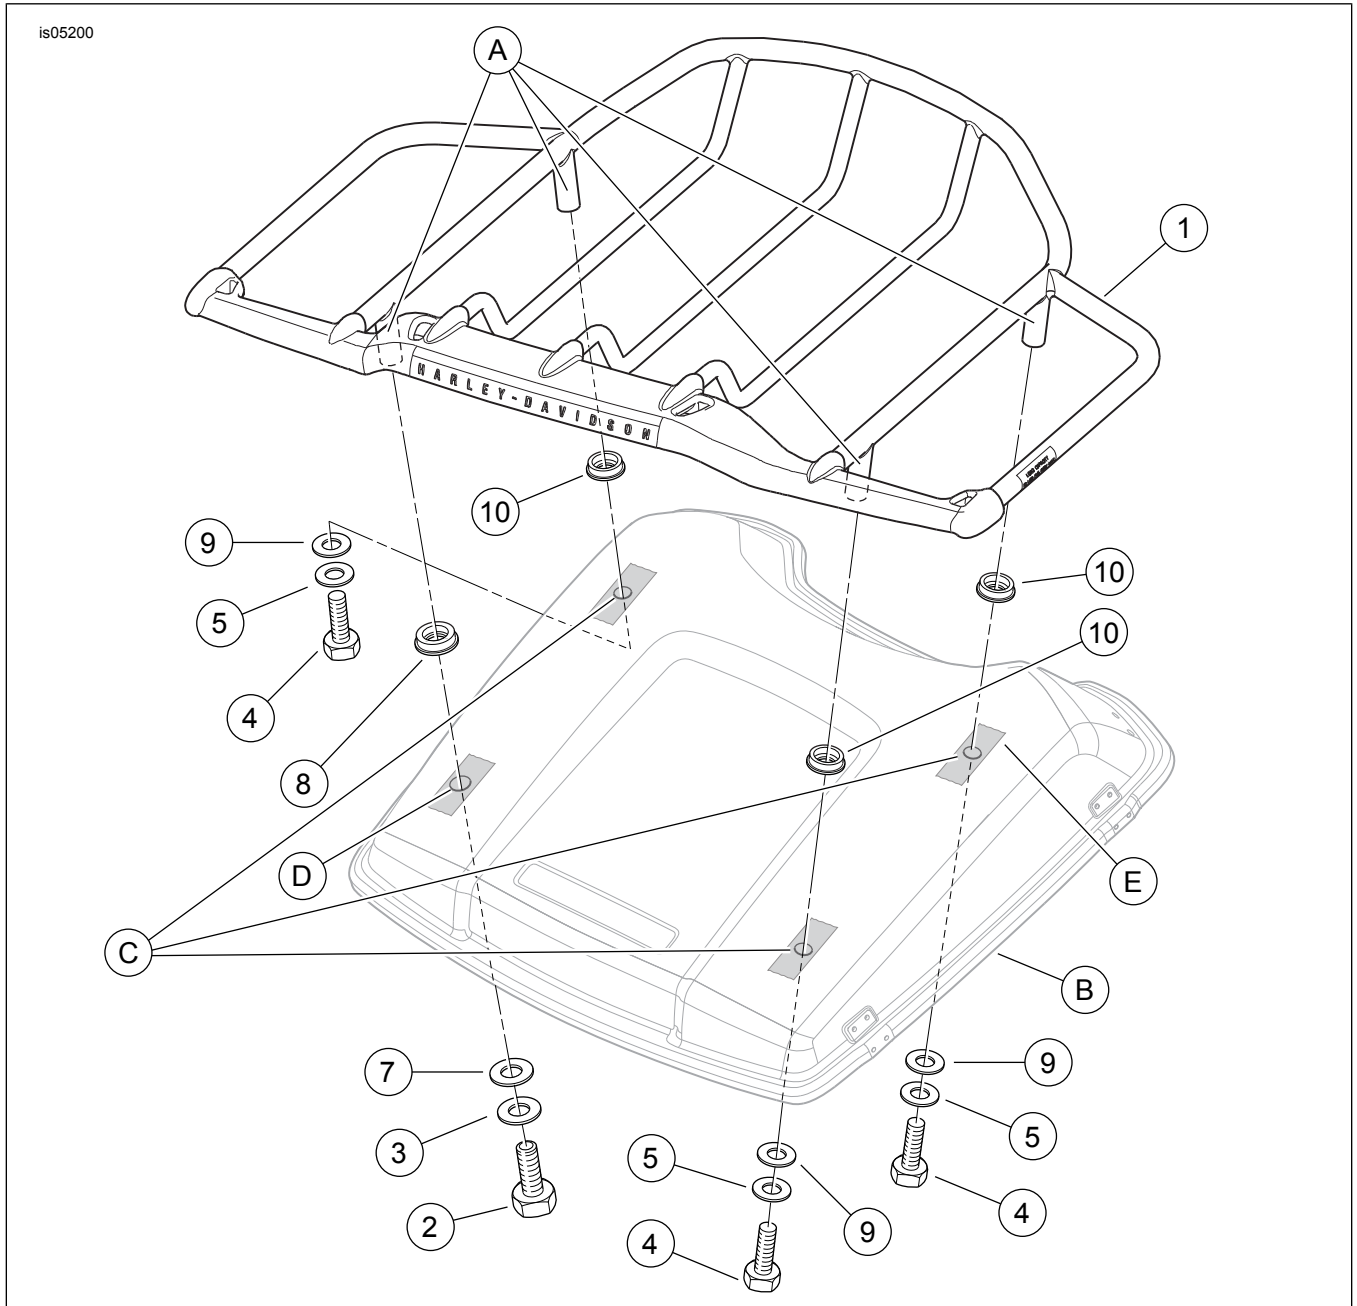

Figure 1. Pièces de rechange, support de couvercle Air Wing Tour-Pak
Consultez Figure 1 et Tableau 1.
2. Consultez Figure 1. Faire glisser les coussinets de fixation de **large diamètre** (8) sur la patte arrière gauche. Faire glisser les trois coussinets de fixation (10) de **petit diamètre** sur chacune des pattes de fixation restantes (A). Avec le nom Harley-Davidson à l'arrière, positionner le support sur le couvercle Tour-Pak à l'endroit voulu.